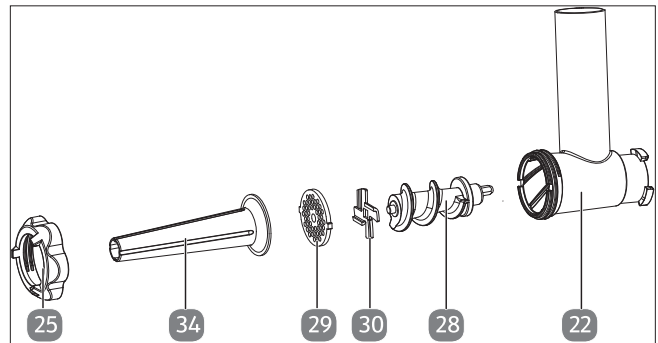

Abb. 20 – Wolfen/Wurst herstellen
1. Um in einem Arbeitsgang Fleischstücke zu wolfen und Wurst herzustellen, montieren Sie den Fleischwolf mit Lochmesserschleife und Kreuzmesser mit der scharfen Kante nach außen zur Achse sowie den Wurstfüllstutzen (siehe Abb. 20).